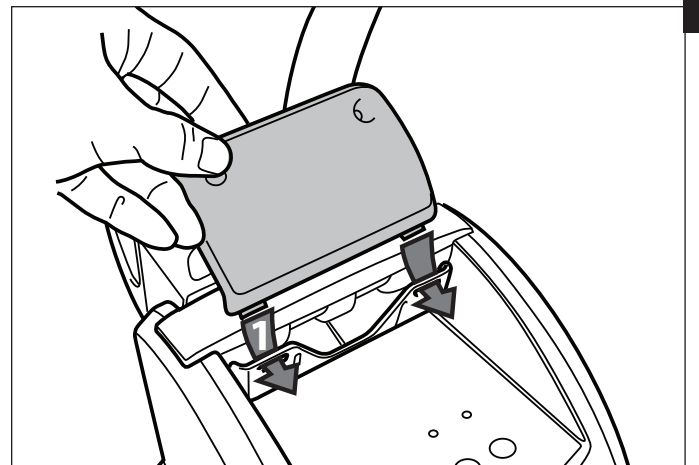

Figure 13. Positionner les pinces des plaques de verrouillage
- Faire glisser les pinces de la plaque de verrouillage dans le crochet de commande et aligner avec les trous de vis. Se référer à la Figure 13.